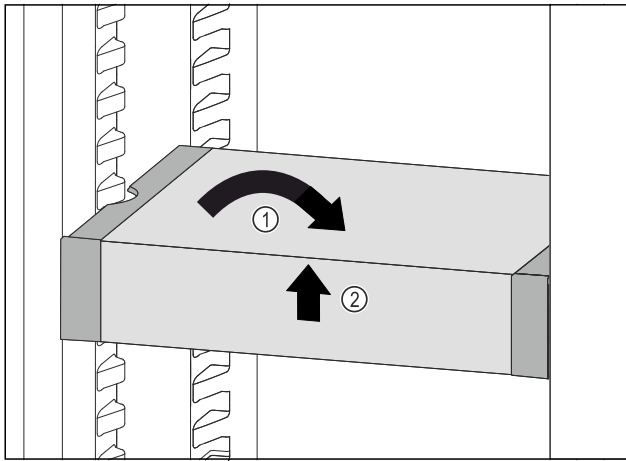

Fig. 165
- ▶ VarioSafe gerade stellen. Fig. 165 (1)
- ▶ VarioSafe vorne anheben. Fig. 165 (2)